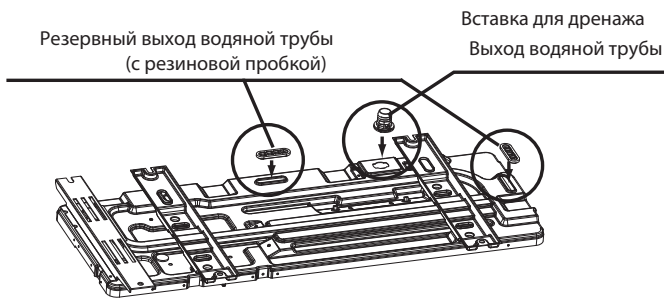

Рис. 3-7
- Если наружный блок устанавливается в холодной климатической зоне, то конденсат будет замерзать и блокировать выход воды. В этом случае для слива воды извлеките пробку резервного отвода воды. Если это не поможет, пробейте ударами в обозначенных участках два других отверстия (Рис. 3.7).